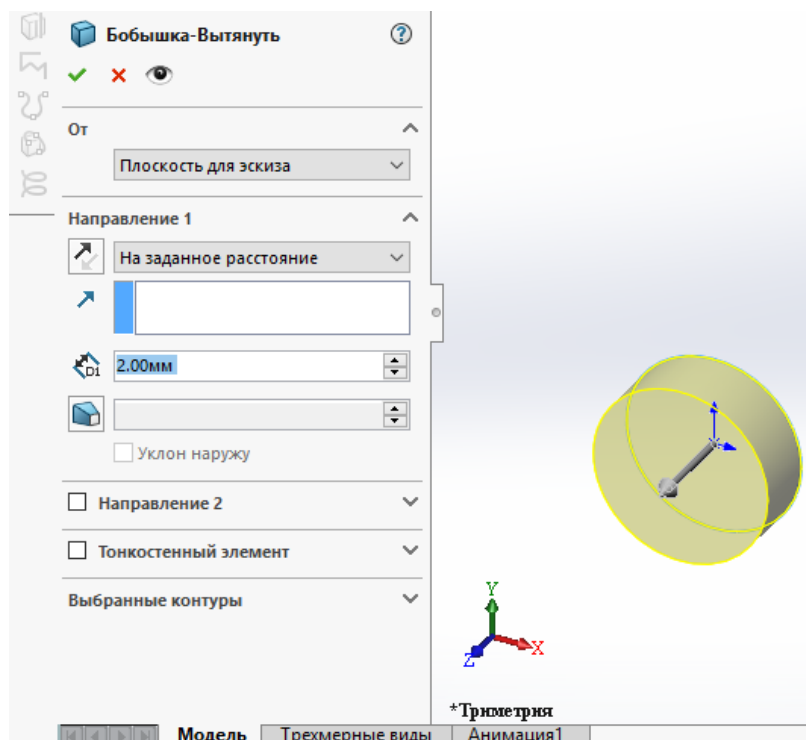

Рисунок 7 – выполнении операции вытягивания
9. Вытянуть эскиз на 2 мм и нажать на  в правом верхнем углу экрана. Рисунок 7.